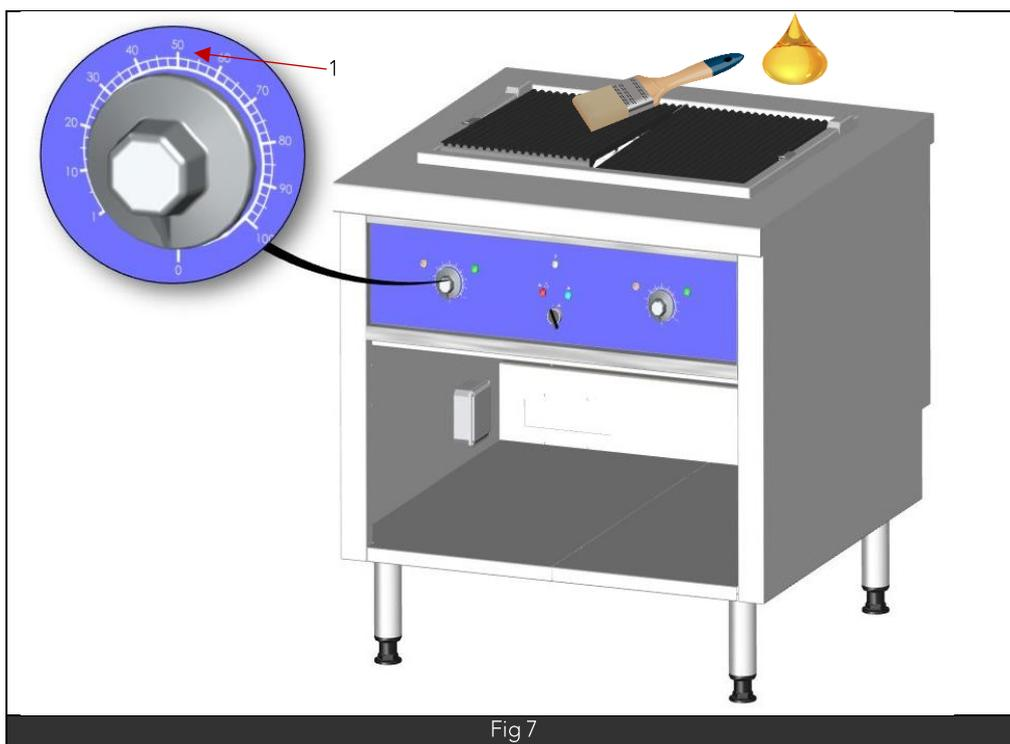

Fig 7
- Mettre en fonction l'appareil et positionner la manette du doseur d'énergie à 50% (Fig7 Rep1) quelques minutes le temps de laisser l'huile s'infiltrer dans les cavités microscopiques de la surface.